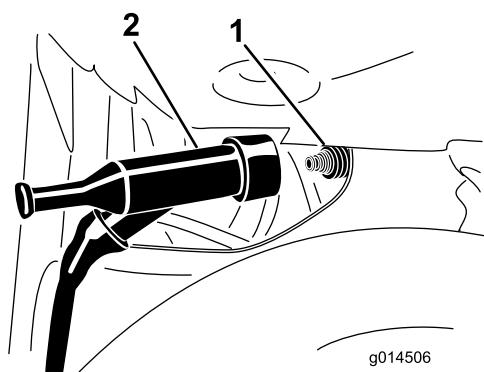

**Figure 41**
- Sortez la jauge (Figure 41) et versez lentement de l'huile par l'orifice de remplissage jusqu'à ce qu'elle atteigne le repère supérieur (bord inférieur de l'orifice de remplissage) sur la jauge.